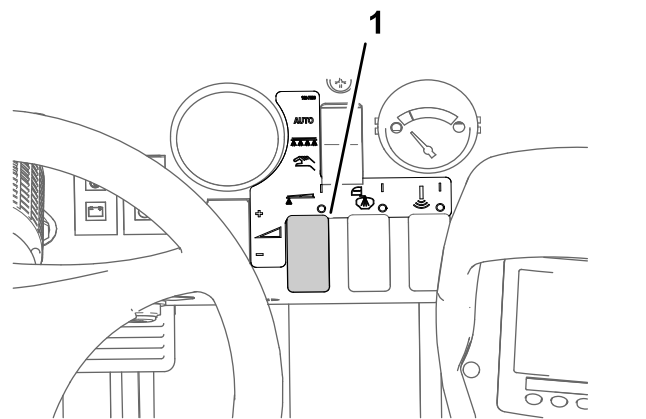

Figure 43
8. Utilisez la commande de débit de pulvérisation pour obtenir la pression de pulvérisation voulue comme indiqué dans le guide de sélection des buses fourni avec le pulvérisateur (Figure 43).